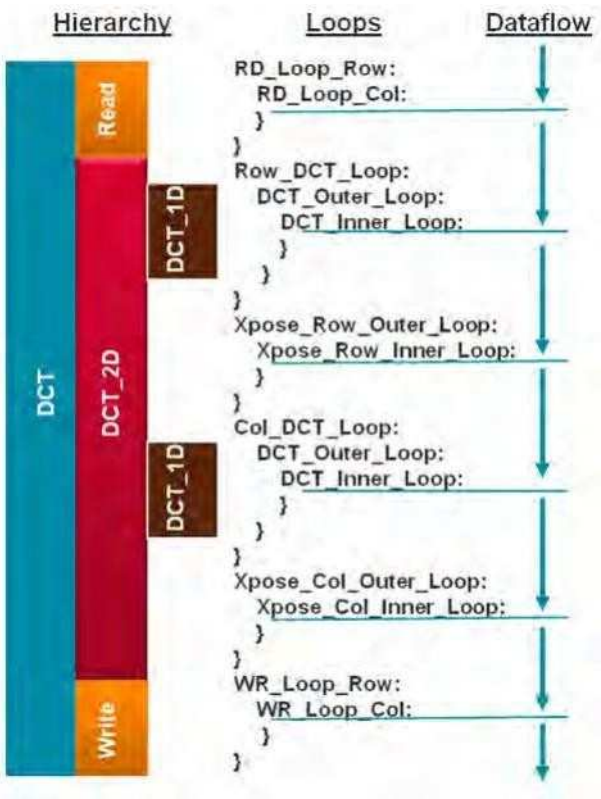

图 6-3:DCT 设计概述
- 1.双击源文件夹中的文件 *dct.cpp* 以打开源代码以进行检查。本例使用 *DCT* 函数。图 6-3 显示了这段代码的概述。
- 图 6-3 的左侧显示了代码层次结构。
- 图 6-3 的**中心**显示了每个函数内部的循环。
- 图 6-3 的**右侧**显示了如何通过函数和循环处理数据。